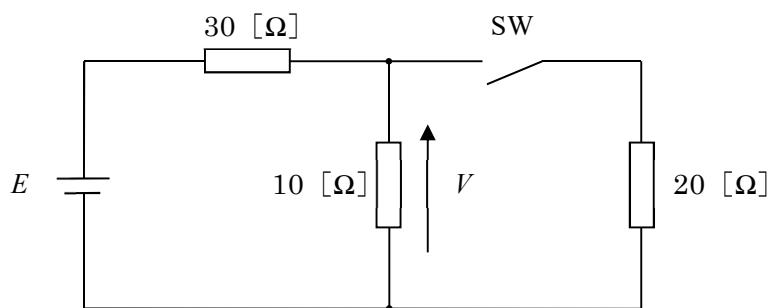

図 1－1
- （1） 図 1－1 に示す電気回路においてスイッチ SW が閉じているとき、 $10\ [\Omega]$ の抵抗に掛かる電圧 V は $40[V]$ である。このとき抵抗 $20[\Omega]$ に流れる電流は（①）[A] である。次に電圧 $E [V]$ を変えずにスイッチ SW を開いたとき、 $10\ [\Omega]$ の抵抗に掛かる電圧 V は（②）[V] である。